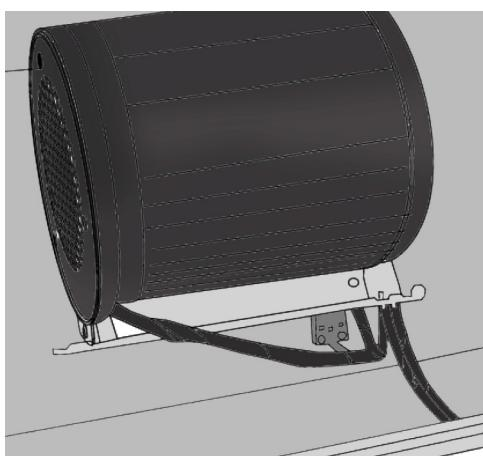

Figure 7
- Le câble électrique est situé sous le moteur lorsque vous replacez la sortie du moteur (Voir figure 7).